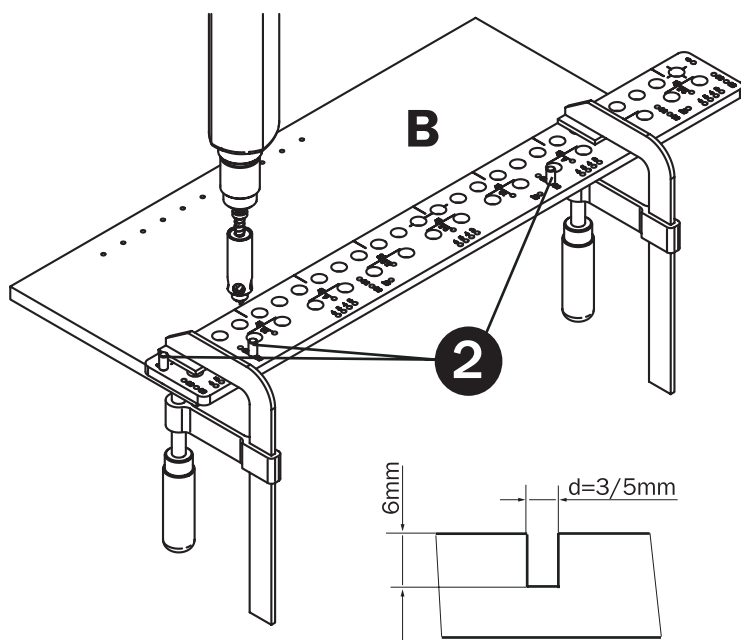

Fig. 11
Inserite due perni (pos. 2) nei fori 30 e un arresto nel foro 0 al margine della dima. Posizionate **CMT900** sul pezzo di lavoro in modo che i due perni nei fori 30 aderiscano al bordo posteriore del pezzo di lavoro e che l'arresto nel foro 0 aderisca al bordo superiore del pezzo di lavoro (**Fig. 11**). Usando i fori 30 posizionerete i reggiscaffali nella distanza di 30mm dal bordo posteriore. Usate l'adattatore portapunta **CMT400-1** con la punta per i fori non passanti del diametro di 3mm o di 5mm.